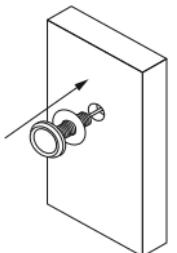

fig. 1/rys. 1/Abb. 1/
3. С наружной стороны двери вставить в отверстие наружную камеру и большую резиновую подкладку и осторожно протянуть ленточный провод (рис. 1).
3. De l'extérieur de la porte, insérer la caméra extérieure et le plus grand tampon en caoutchouc dans l'ouverture et tirer avec précaution le câble plat à travers de l'ouverture (fig. 1).
3. Setzen Sie von der Außenseite der Tür die Außenkamera und die größere Gummischeibe ein und ziehen Sie vorsichtig am Flachbandkabel (Abb. 1).
3. Od zewnętrznej strony drzwi włóż w otwór kamerę zewnętrzną oraz większą gumową podkładką i ostrożnie przeciągnij przewód taśmowy (rys. 1).